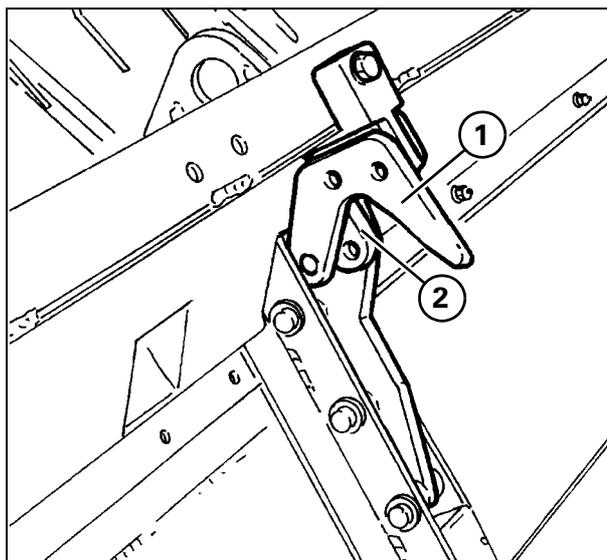
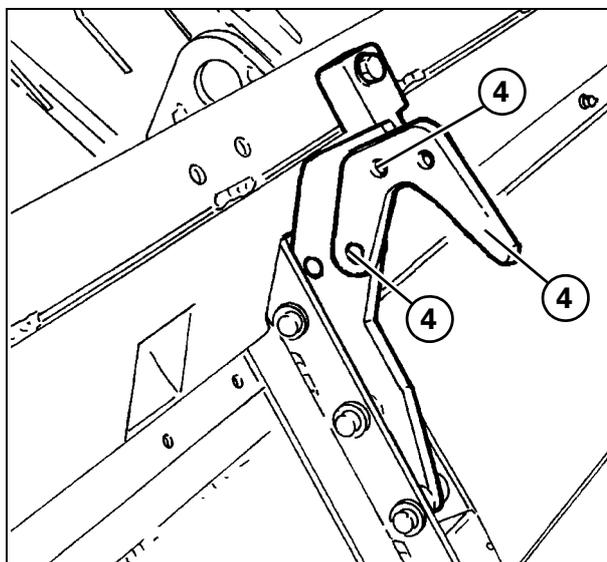

Рис. 13
Рис. 14
Рис. 13 и Рис. 14
- b.) Отверните два винта, прикрепляющие крюк (1) к опоре (2).
- d.) Установите крюк (1), как показано на рис.14.
- e.) Затяните крепежные винты на крюке (1) моментом 90 Нм;